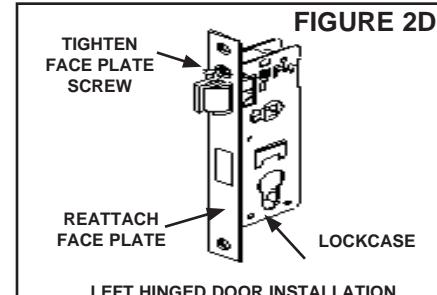

FIGURE 2D
- D. Once latch bolt is in correct position, re-attach face plate to lockcase. **FIGURE 2D**
- D. Dès que le loquet soit en bonne position, joignez la plaque de garniture à la serrure. **FIGURE 2D**